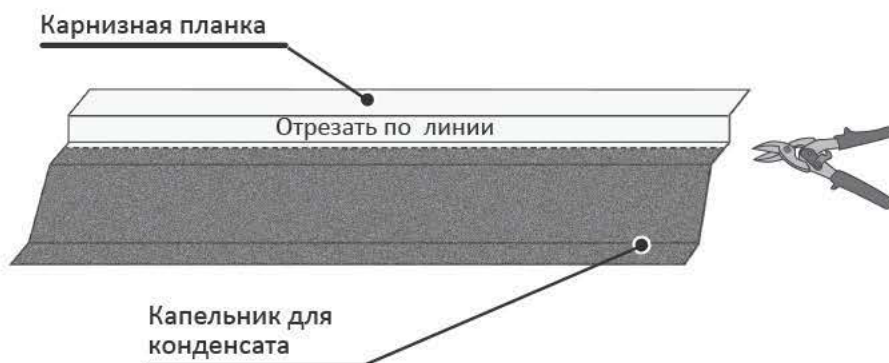

Рис. 5.3-2
3. Установите на карнизную доску капельник для конденсата (рис. 5.3-1). Капельник для конденсата можно изготовить из карнизной планки (рис. 5.3-2). Расход карнизной планки при этом увеличится вдвое.